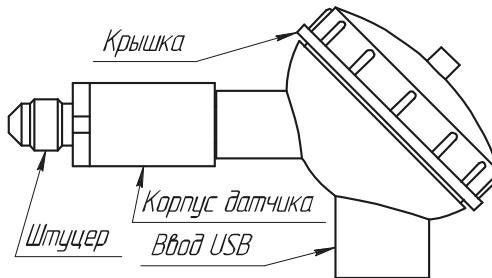

Рисунок 1 – Внешний вид автономного регистратора избыточного давления **EClerk®-USB-PT-KI**
5.1 Внешний вид регистратора приведен на рис. 1.